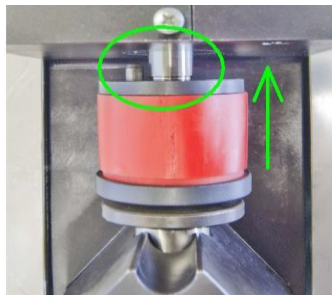

Abb. 61
- Setzen Sie den Locher in den Körper ein, indem Sie den Locherstift mit dem Sitz in der Kolbenstange in Übereinstimmung bringen (Abb. 61)